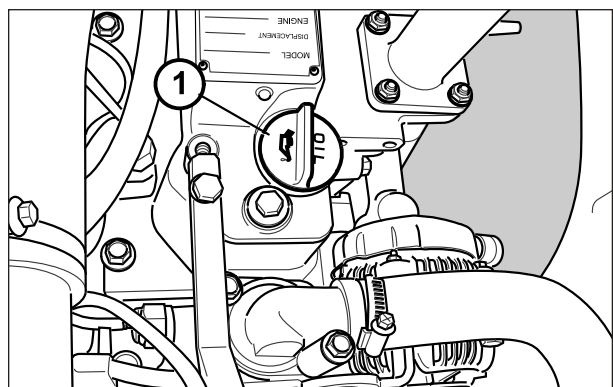
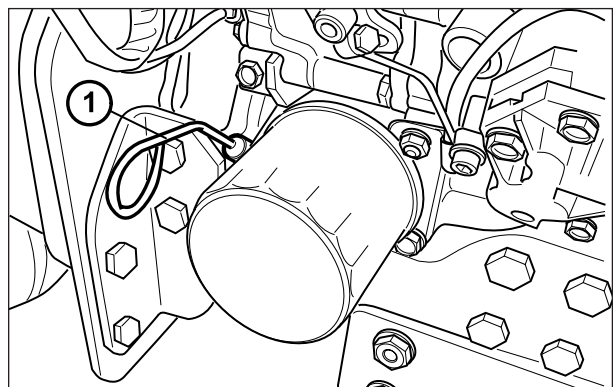

Fig. 106
Fig. 107
4. Quitar el tapón (1) Fig. 106 y llenar con aceite del tipo aconsejado hasta el nivel máximo en la varilla (1) Fig. 107.